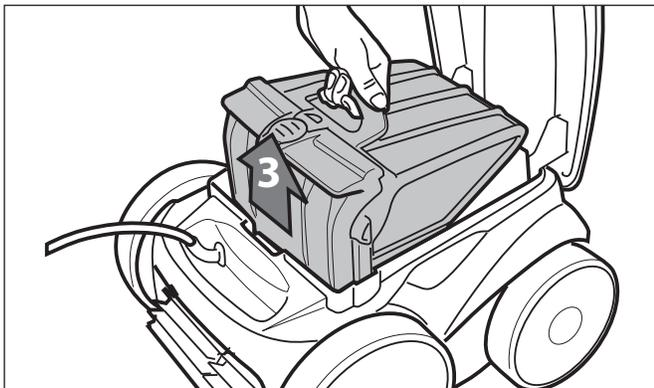

Figura 22. Retire la caja del depósito del filtro
4. Retire el depósito del filtro de la carrocera, como se muestra en la Figura 22.